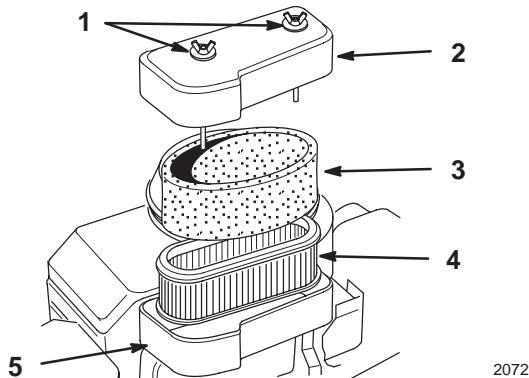

Bild 21
2. Reinigen Sie den Bereich um den Luftfilter herum, um zu verhindern, dass Schmutz in den Motor fällt und Schäden verursacht. Schrauben Sie die Verschlussmuttern los und entfernen die Luftfilterabdeckung (Bild 21).
3. Entfernen Sie die Luftfiltergruppe (Bild 21).
4. Schieben Sie den Schaumeinsatz vorsichtig vom Papiereinsatz herunter (Bild 21).
1. Schieben Sie das Schaumelement vorsichtig auf den Papiereinsatz (Bild 21).
2. Schieben Sie die Luftfiltergruppe auf das Luftfilterunterteil (Bild 21).
3. Bringen Sie den Luftfilterdeckel an und verschließen ihn mit den beiden Deckelmuttern (Bild 21).